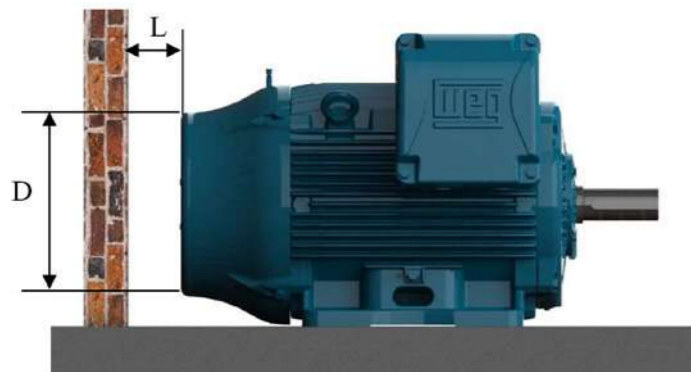

Figura 7.1 - Distância mínima do motor até a parede
- Que entradas e saídas de ar estejam completamente desobstruídas. O mínimo espaço livre até a parede mais próxima (L) deve ser $\frac{1}{4}$ do diâmetro da entrada de ar da defletora (D), ver Figura 7.1. O ar na entrada do motor deve estar à temperatura ambiente.